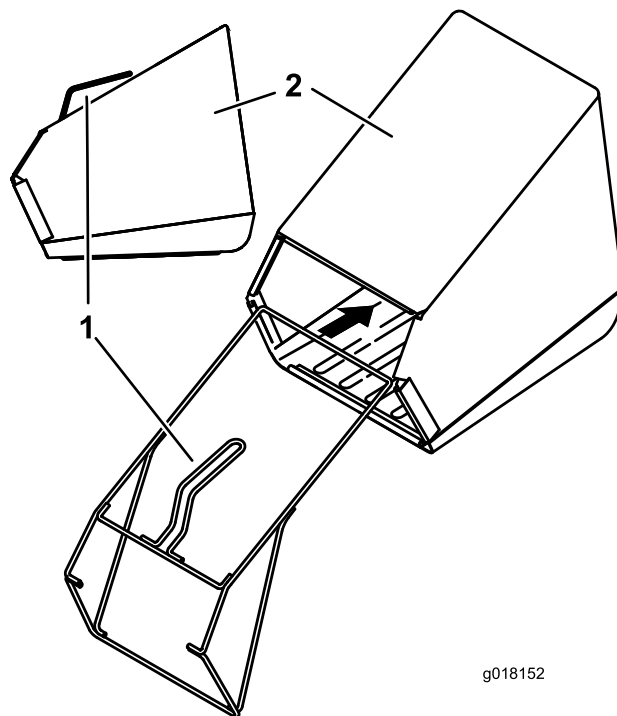

Figura 4
1. Introduzca el bastidor en la bolsa de recogida, manteniendo el asa encima de la bolsa (Figura 4).